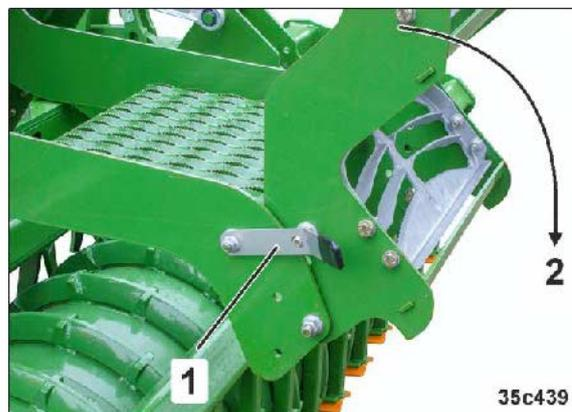

图 139
2. 将梯子解锁 (图 139/1) 并摆下 (图 139/2)。利用梯阶作为把手部分。